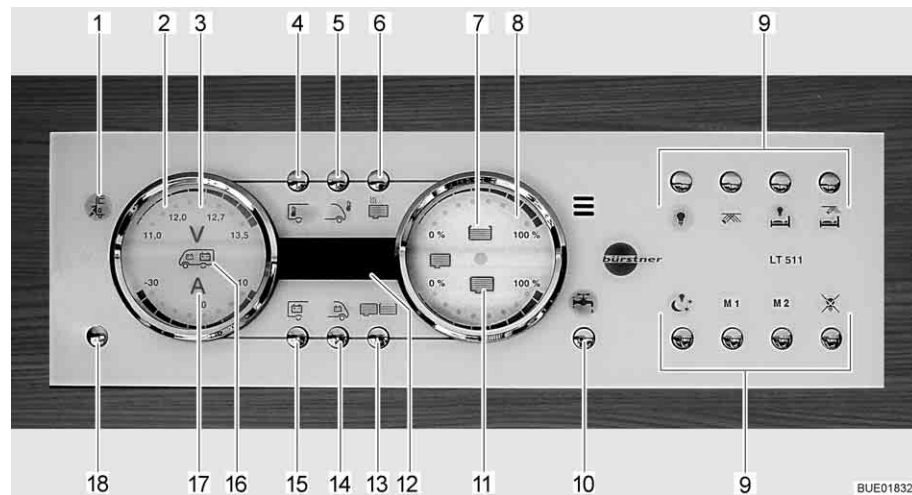

Bild 165 Panel LT 511
230 V-kontrollampan (Bild 165,1) lyser när nätspänningen ligger på el-blockets ingång.
Med huvudbrytaren 12 V (Bild 165,18) kopplas panelen och bodelens 12 V-försörjning till eller från.
- Tryck kort på knappen 12 V-försörjning (Bild 165,18). 12 V-försörjningen för bodelen är påslagen. Kontrolllampan "12 V" lyser.
- ▷ Efter aktivering av försörjningen: om lysdioden "11,0" för voltindikeringen samt symbolen volt "V" (Bild 165,3) på indikeringsinstrumentet för batterierna (Bild 165,2) blinkar är bodelsbatteriets spänning för låg. Ladda batteriet.
- ▷ Efter aktivering av försörjningen: om kontrolllampan "12 V" och symbolen volt "V" (Bild 165,3) blinkar tre gånger är batterifrånkopplingen aktiverad. Avaktivera batterifrånkopplingen.
- Tryck kort på knappen 12 V-försörjning (Bild 165,18). 12 V-försörjningen för bodelen är avstängd. Kontrolllampan "12 V-försörjning" slocknar.
- Tryck på knappen bodelsbatteri (Bild 165,15) och håll den intryckt i ca 10 sekunder. Symbolen volt "V" (Bild 165,3) och kontrolllampan "12 V" blinkar tre gånger. Bodelsbatteriet är frånkopplat från 12 V-nätet.
- Tryck på knappen 12 V-försörjning (Bild 165,18) och håll den intryckt i ca 5 sekunder. Symbolen volt "V" (Bild 165,3) och kontrolllampan "12 V" blinkar tre gånger. Bodelsbatteriet är anslutet till 12 V-nätet. Kontrolllampan tänds efter ca 5 sekunder.
- Tryck på knappen bodelsbatteri (Bild 165,15). Symbolen volt "V" (Bild 165,3) lyser. Symbolen ampere "A" (Bild 165,17) lyser vitt eller rött beroende på laddning eller urladdning. Bodelsbatteriets spänning och ström visas via lysdioderna på indikeringsinstrumentet.
- Tryck på knappen startbatteri (Bild 165,14). Symbolen volt "V" (Bild 165,3) lyser. Startbatteriets spänning visas via lysdioderna på indikeringsinstrumentet.
- Tryck på knappen tank (Bild 165,13). Symbolerna vattentank (Bild 165,7) och avloppstank (Bild 165,11) lyser. Nivån i vattentanken (övre skala) och i avloppstanken (nedre skala) visas via lysdioderna på indikeringsinstrumentet.
Symbolen vattentank (Bild 165,7) eller symbolen avloppstank (Bild 165,11) blinkar när vattentanken är tom eller när avloppstanken är full.
Via den digitala indikeringen (Bild 165,12) kan innetemperaturen och utetemperaturen avläsas.
- Tryck på knappen innetemperatur (Bild 165,4). Innetemperaturen visas.
- Tryck på knappen utetemperatur (Bild 165,5). Utetemperaturen visas.
Med knappen tankvärme (Bild 165,6) kan tankvärmens slås på och av.